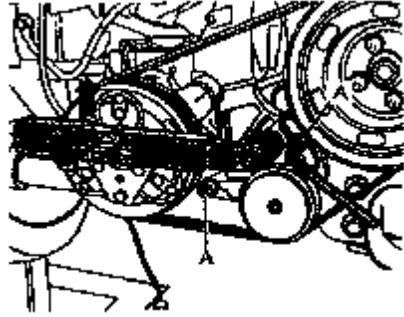

图 4-34 安装空调压缩机多楔皮带
(2) 对于装配空调的车型，安装空调压缩机多楔皮带。将扭矩扳手装到张紧轮的六角头上，以 $25\text{N} \cdot \text{m}$ 力矩拧紧（图 4-34）。同时，以 $20\text{N} \cdot \text{m}$ 力矩拧紧螺栓 A。